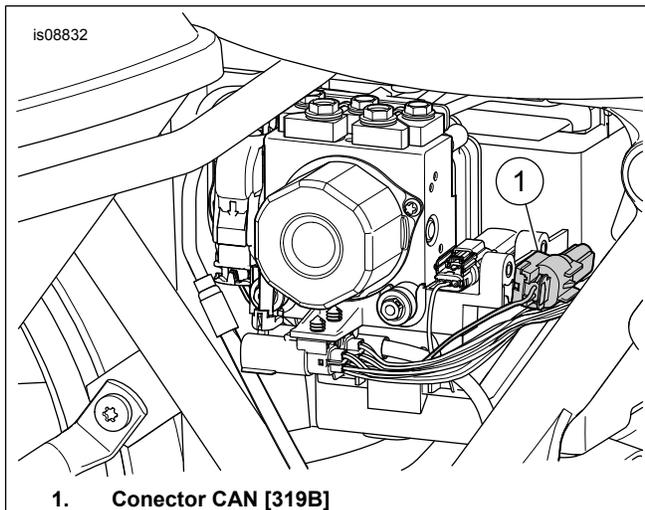

Figura 4. Conector CAN [319B], sob a tampa lateral direita
- c. Consulte Figura 4. Localize o conector CAN Delphi de 2 pinos [319B] (1) na tampa lateral direita.